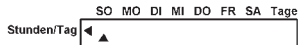

Abb.13
- Drücken Sie **■** zur Bestätigung. Oben auf dem Display wird jetzt ein Dreieck erscheinen, das den Tag zeigt (Abb. 13).